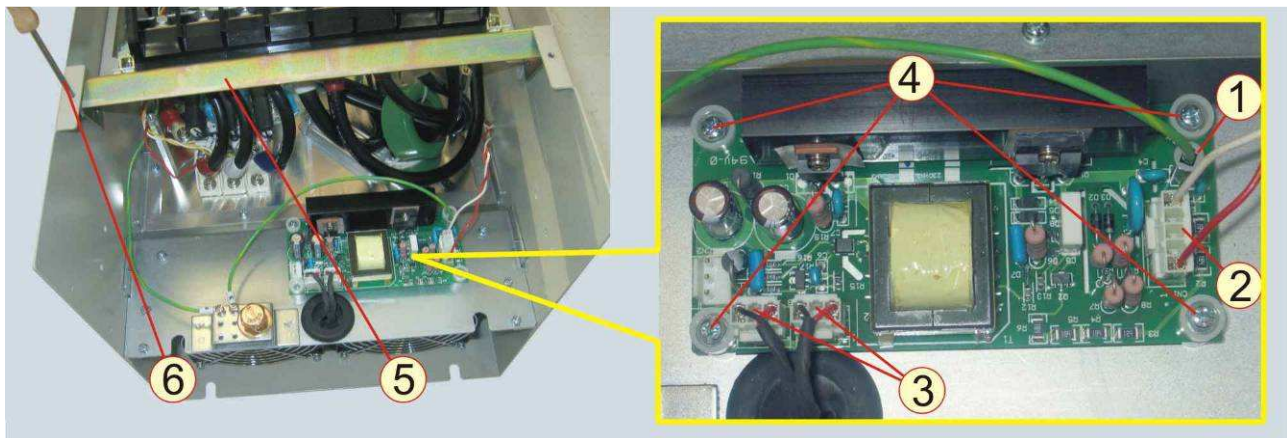

Рисунок 7.19 – Установка платы питания в вентиляторов
7.9.2 Взять плату питания вентиляторов, установить ее на панели радиатора, вкрутить четыре винта 4 (рисунок 7.19).
7.9.3 Соединить розетки кабелей и проводов (рисунок 7.19):